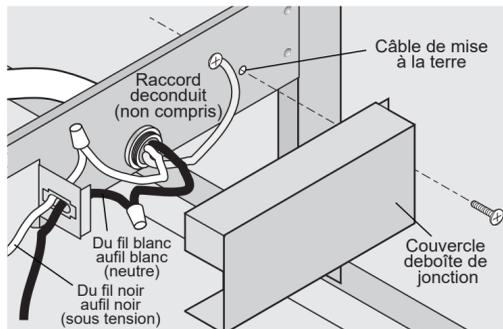

Figure 15
- À l'intérieur de la boîte de jonction, fixez le fil de terre sous la tête de la vis de mise à la terre et serrez. **Voir Figure 15.**
- Remplacez le couvercle de la boîte de jonction. **Voir Figure 15.**